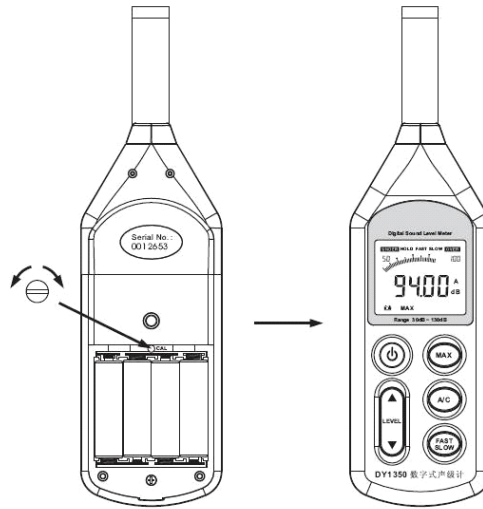

Figure1
3. Indstil til 94.0 dB ved at dreje på kalibreringsskruen under støtteben (se Figure 1)